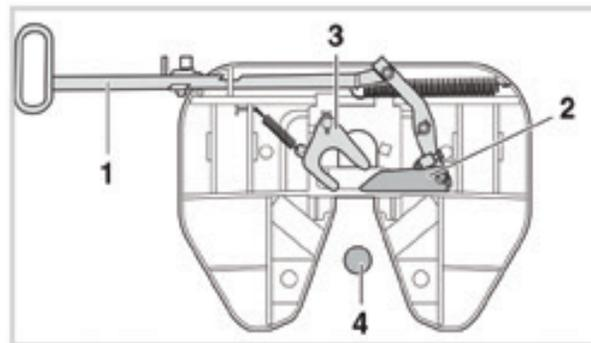

fig.8
- Ralla a perno pronta per l'aggancio (fig.8).
- Fifth wheel ready for coupling (fig.8).